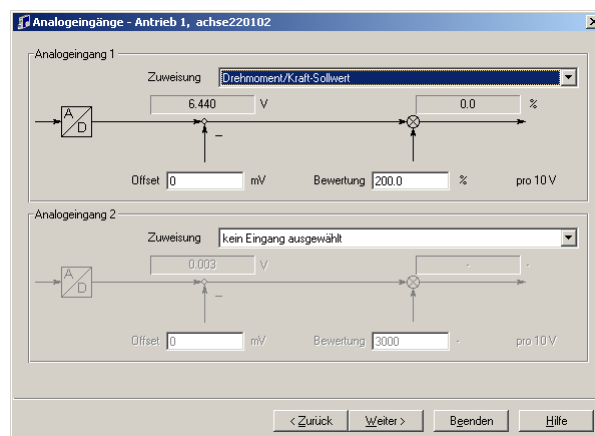

Abb. 18: Analogeingänge
Da die Vorgabe der Kraft (Kraftsollwert) über das *Poti* an der Analog-Sollwertvorgabe (5) erfolgen soll, welches mit Analogeingang 1 verbunden ist, ist nun das Verhalten der Analogeingänge festzulegen. Wählen Sie im Menü *Antriebsfunktion – Analogeingänge* (Abb. 18).